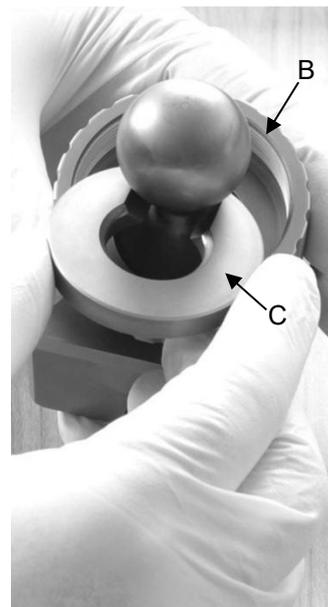
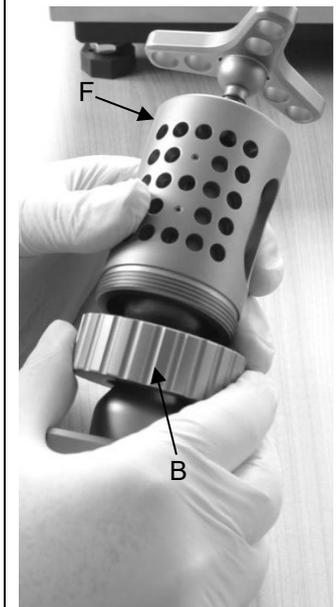

Abb. 9
Abb. 10
Die Überwurfmutter (B) über die Kugel der Halteklau (A) schieben, die Scheibe (C) mit ihrer Aussparung um den Kugelhals schieben, sodass sie auf dem inneren Boden der Überwurfmutter (B) zum Liegen kommt (Abb. 9). Die kleine Fase der Scheibe zeigt Richtung Kugel. Danach die 3-teilige Baugruppe mit der Überwurfmutter (B) auf den Spannzylinder (F) schrauben (Abb. 10).